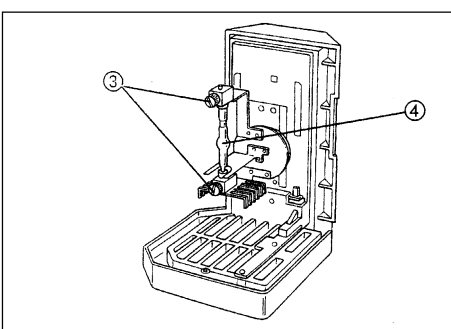

Fig. 4
- ⊙ Afloje el tornillo del enchufe del quemador ③ para quitar el pestillo de seguridad para transportar, cuando utilice esta unidad por primera vez o cuando vaya a quitar el quemador gastado y lo vaya a reemplazar por uno nuevo (Fig. 4).
4. Ponga el polo positivo hacia arriba ④ y el negativo hacia abajo.